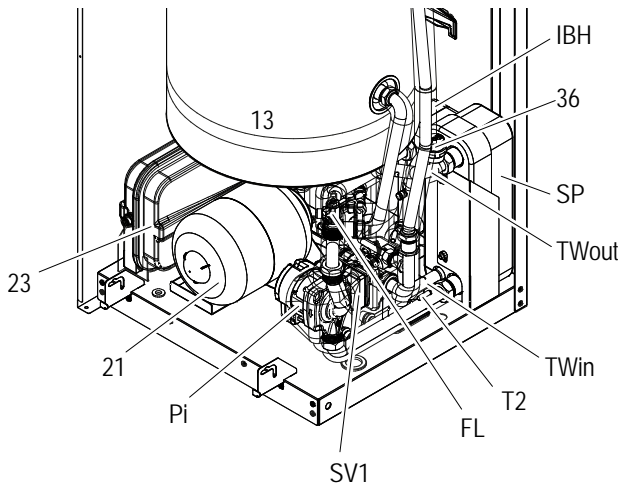
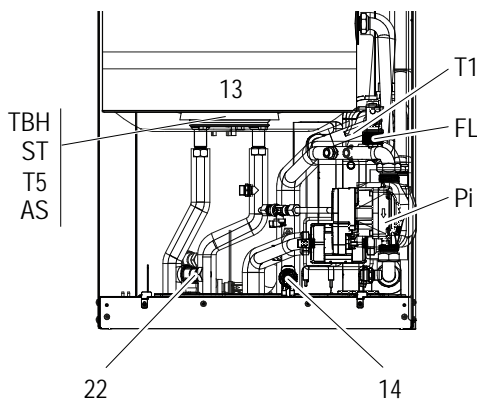
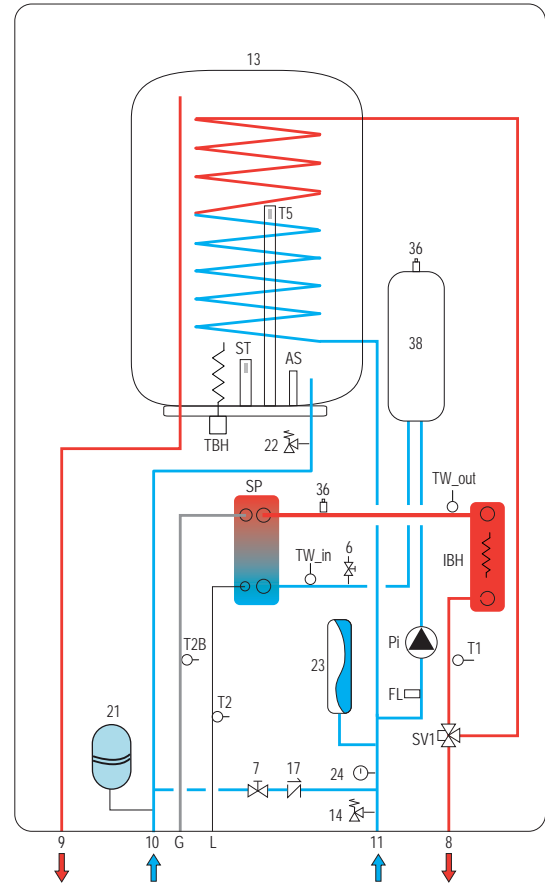
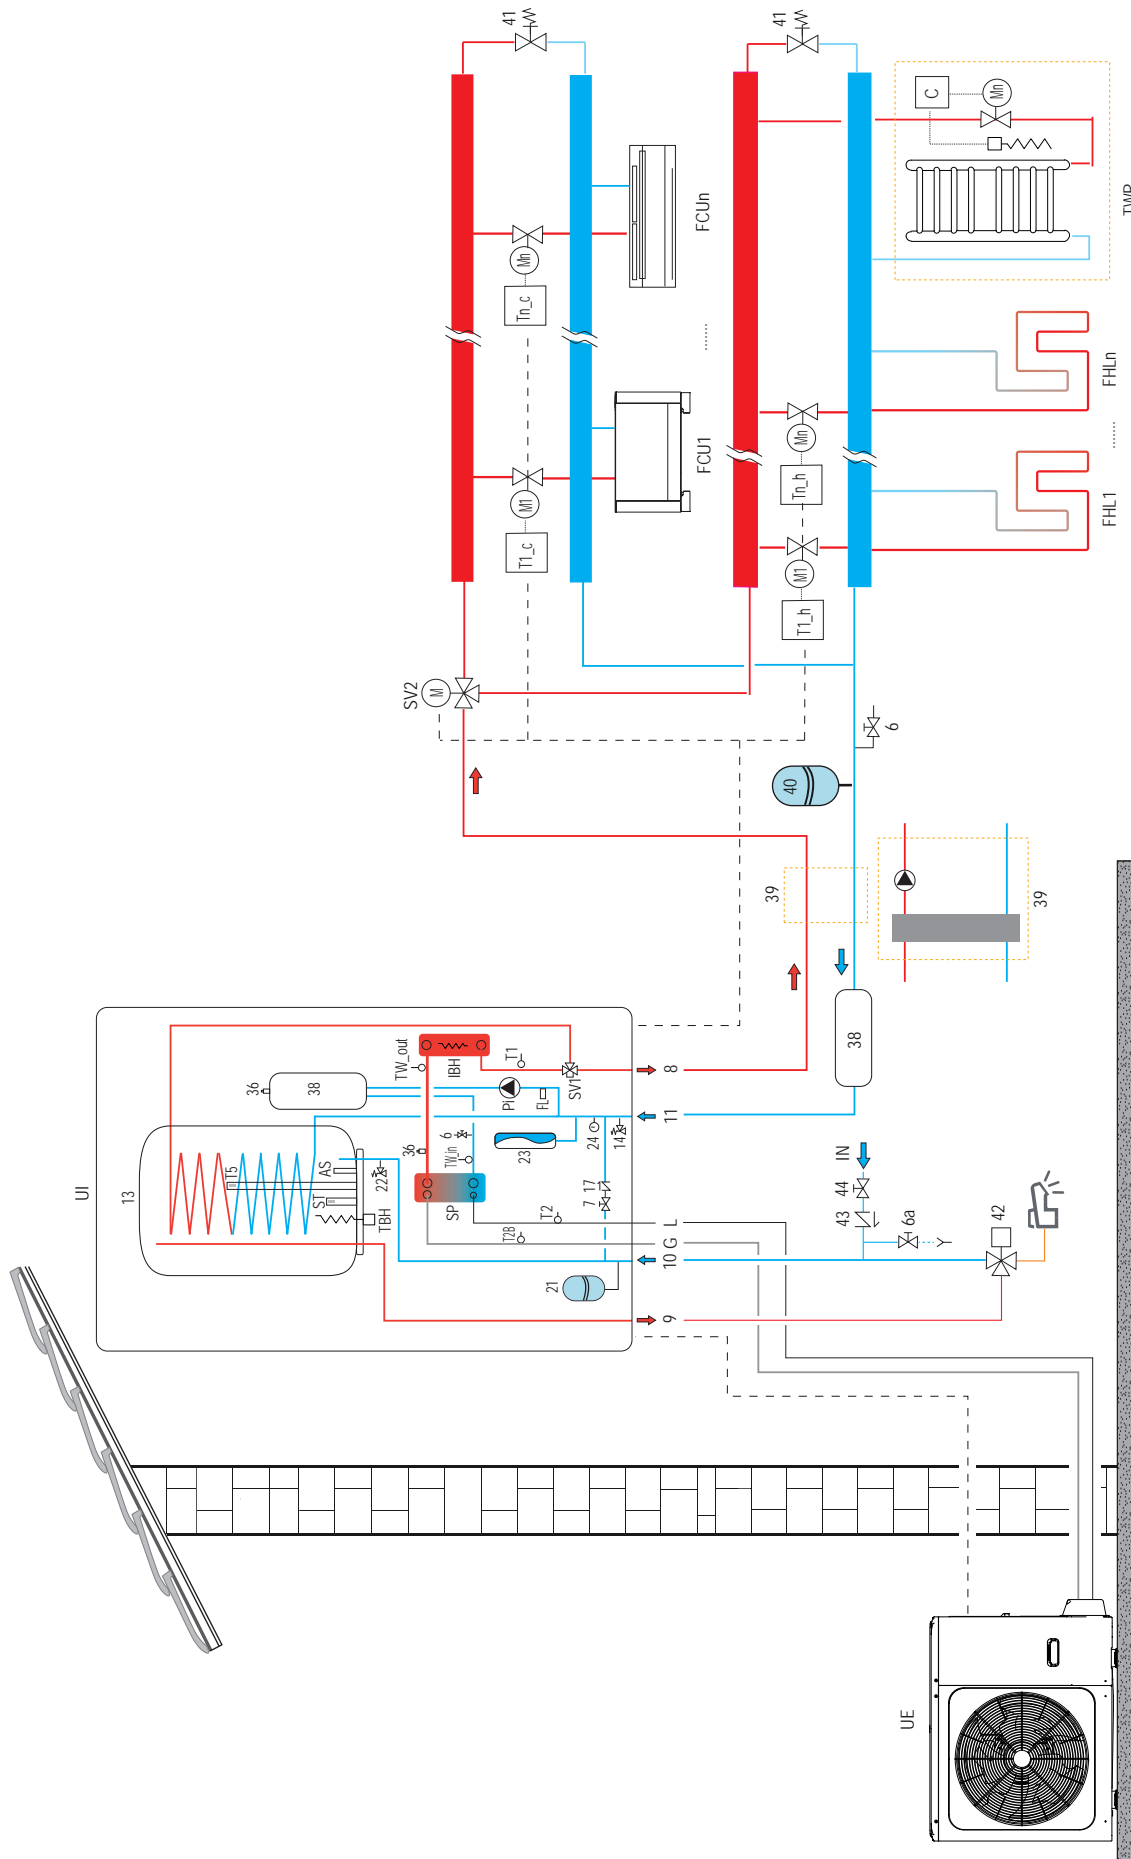

fig. 4 - Vedere de ansamblu
fig. 5 - Descrierea componentelor - vedere frontală (fără ref 21 și 23)
fig. 6 - Schemă hidraulică unitate internă
fig. 7 - Exemplu de diagramă a sistemului
LEGENDĂ („fig. 4 - Vedere de ansamblu”, „fig. 5 - Descrierea componentelor - vedere frontală (fără ref 21 și 23)”, „fig. 6 - Schemă hidraulică unitate internă”, „fig. 7 - Exemplu de diagramă a sistemului”
Pentru legenda din fig. 7 consultați pagina anterioară.